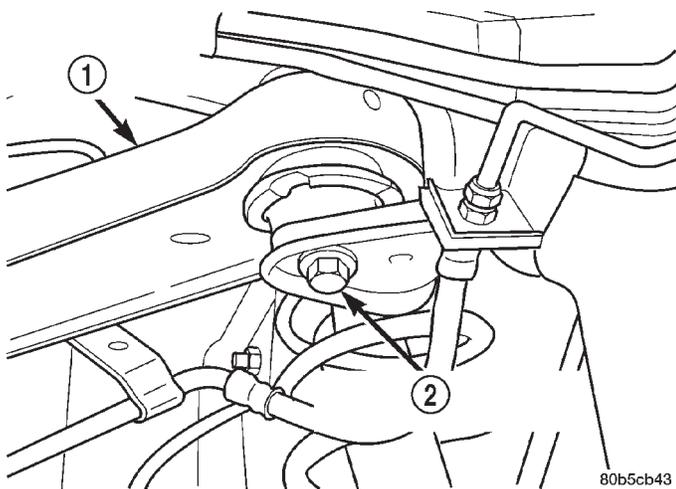

Abb. 10 Befestigungsschraube des oberen Längslenkers
(6) Längslenker abschrauben und ausbauen (Abb. 10).